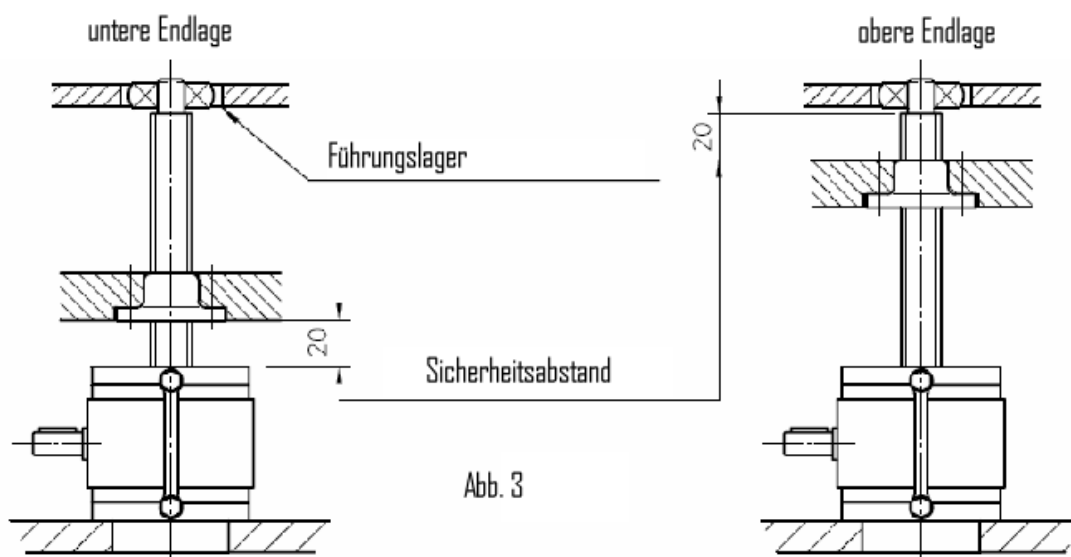

Abb. 3
- 1.1.4. Überprüfen Sie die Installationsmaße, um zu gewährleisten, dass der durchzuführende Hub mit der Länge der Trapezgewindespindel übereinstimmt und dass die Sicherheitsabstände an den Endlagen des Hubs Berücksichtigung finden (Abb. 3)